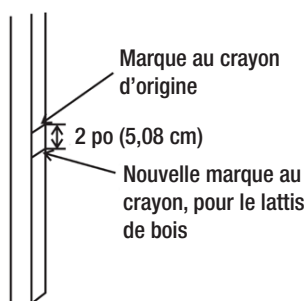

Fig. 3
5. Mesurez un point à 2 po (5,08 cm) sous la hauteur marquée, puis marquez de nouveau sur les poteaux l'emplacement des lattes de bois de 1 po x 4 po (2,54 x 10,16 cm) qui sont requis pour recevoir le pourtour de la baignoire, selon Fig. 3.